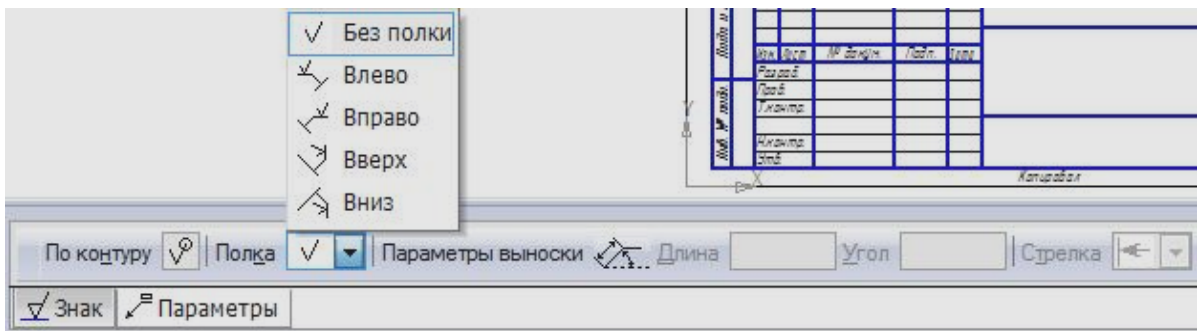

Рис. 2.25. Вкладка «Параметры»
- На вкладке «Параметры» выбирается характер расположения знака шероховатости поверхности, параметры выносных линий, обработки по контуру (рис. 2.25).